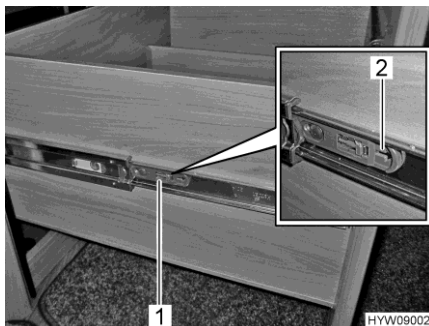

Fig. 130 Cassetto del piano di lavoro
- Tirare la linguetta (Fig. 130,1) su entrambi i lati del cassetto del piano di lavoro nella direzione della freccia (Fig. 130,2). Il cassetto del piano di lavoro può essere estratto tramite l'arresto.